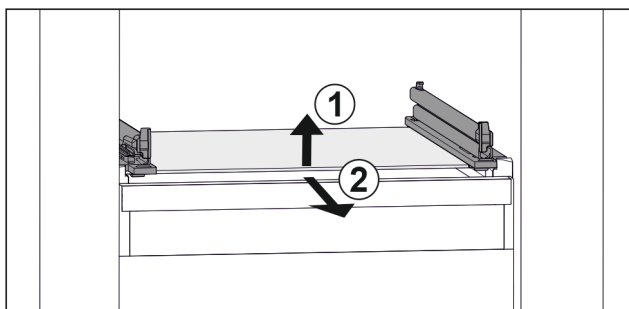

Fig. 98 Przykładowa prezentacja płyty szklanej
- ▶ Unieść płytę szklaną z przodu. Fig. 98 (1)
- ▶ Wyjąć płytę szklaną do przodu. Fig. 98 (2)